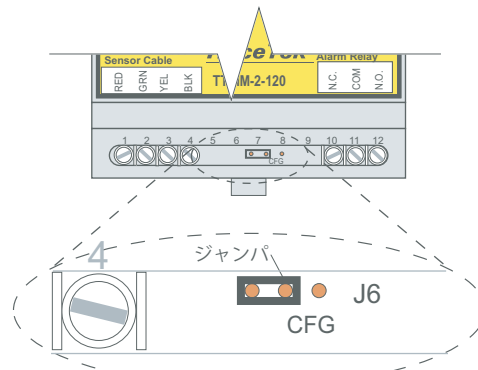

図 7b. 通常時のジャンパ位置
- コンフィギュレーション用ジャンパを図7bのように通常的位置に移動するか取り除いてください。(通常運転中はジャンパは必要ありません)